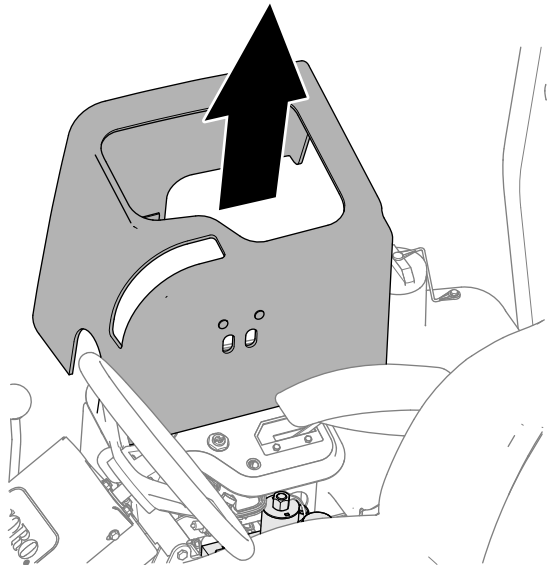

Bild 89
3. Heben Sie die magnetisch befestigte Konsolenabdeckung (Bild 89) an, um den Mähwerksverteiler freizulegen.